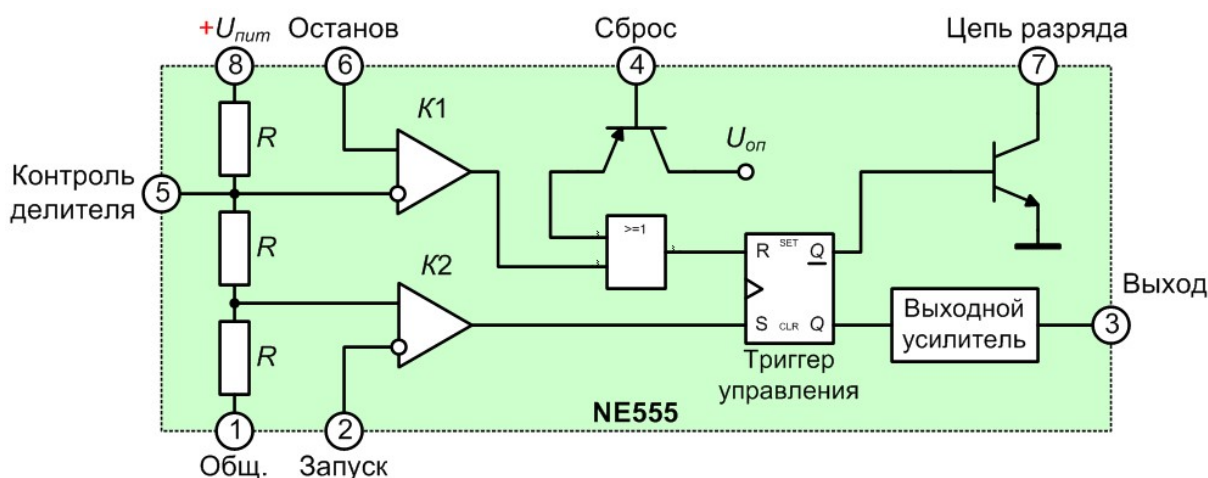

Рис. 4.1. Функциональная схема интегрального таймера NE555 (КР1006ВИ1)
В данной лабораторной работе повышающий импульсный стабилизатор напряжения выполнен на микросхеме NE555 фирмы Texas Instruments [10] (аналог КР1006ВИ1). ИС этих серий представляют собой прецизионные времязадающие устройства (таймеры), способные выполнять как временную задержку сигналов, так и генерацию колебаний (рис. 4.1). В режиме задержки (монотастильном режиме) временной интервал задается внешней RC-цепью. В автоколебательном режиме работы частоту и скважность можно регулировать независимо друг от друга двумя внешними резисторами и одним конденсатором.
6. Объясните назначение и принцип работы интегрального таймера NE555 по его функциональной схеме (рис. 4.1).